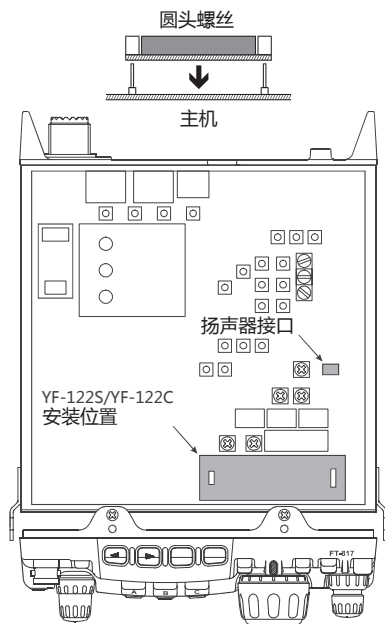

图2
- 3、参考图2，确定安装选配件滤波器的位置，然后将滤波器的插座对准机的上安装插针，并将其推置到位。